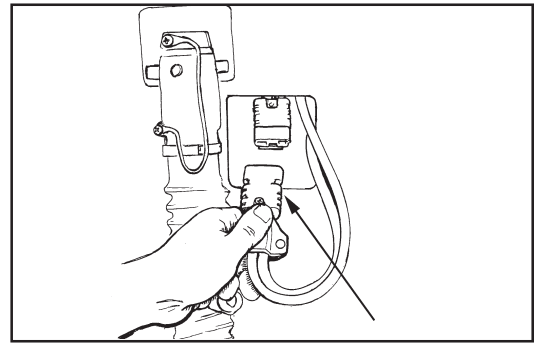

Figure 14A
4. Déconnectez le connecteur de la prise de l'ensemble batterie. Voir figure 14A.